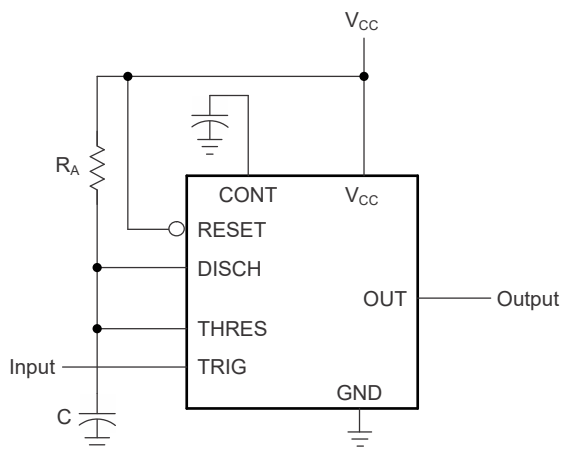
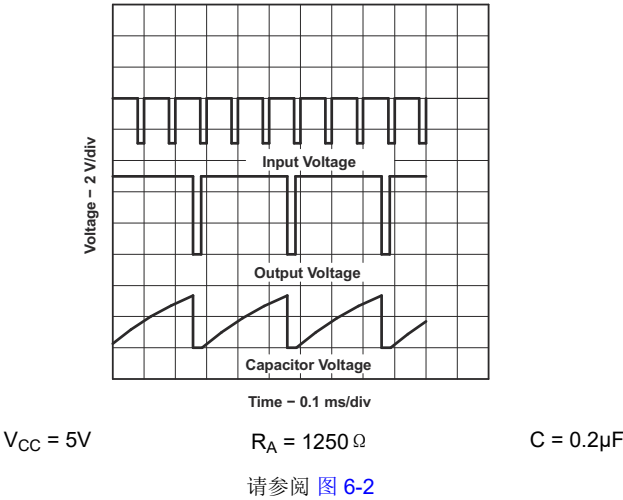

图 6-2. 单稳态工作模式电路
图 6-8. 三分频电路波形
(1) 对于显示为“最小值”或“最大值”的条件，请使用在建议工作条件下指定的相应值。
(2) 指定的值适用于类似于图 6-2 的单稳态电路中的器件，具有以下组件值： $R_A = 2k\Omega$ 至 $100k\Omega$ ， $C = 0.1\mu F$ 。
对于单稳态工作模式，图 6-2 展示了如何连接这些计时器中的任何一个。如果输出为低电平，向触发器 (TRIG) 施加负脉冲可设置触发器 ($\overline{Q}$ 变为低电平)，将输出驱动为高电平，并关闭 Q1。然后，电容器 C 通过 R_A 充电，直到电容器上的电压达到阈值 (THRES) 输入的阈值电压。如果 TRIG 恢复至高电平，则阈值比较器的输出会重置触发器 ($\overline{Q}$ 变为高电平)，将输出驱动为低电平，并通过 Q1 对电容器 C 进行放电。
按照图 6-5 中所示，在图 6-2 电路中增加第二个电阻器 (R_B) 并将触发器输入连接到阈值输入会导致计时器自触发并作为多谐振荡器工作。电容器 C 通过 R_A 和 R_B 充电，然后仅通过 R_B 放电。因此，占空比由 R_A 和 R_B 的值控制。
通过调整计时周期的长度，图 6-2 的基本电路可用作分频器。图 6-8 显示了一种三分频电路，该电路利用了在规定时间内无法发生重新触发这一特性。